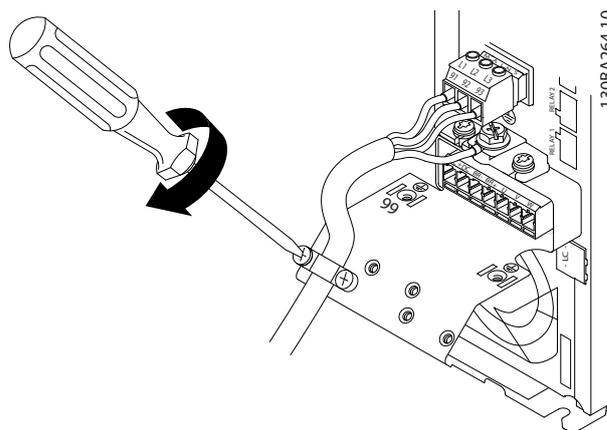

Ilustración 3.11 Montaje del bastidor de soporte
4. Monte el bastidor de soporte a través de los cables de red y apriete los tornillos, como se muestra en la Ilustración 3.11.